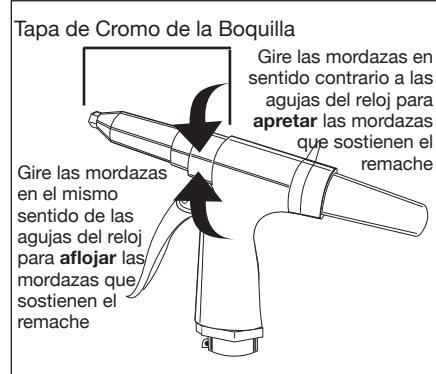

Figura 2
1. Sostenga la pistola con el extremo de la boquilla dirigida en dirección opuesta a usted. Quitele la tapa de cromo a la boquilla (Vea la Figura 2).
3. Gire las mordazas en sentido contrario a las agujas del reloj para apretar las mordazas que sostienen el remache. Gire las mordazas en el mismo sentido de las agujas del reloj para aflojar las mordazas que sostienen el remache (Vea la Figura 2).